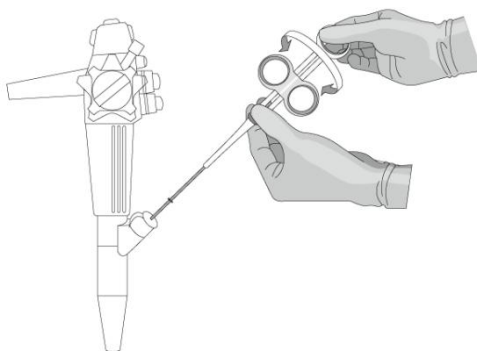

Figure 2
6. Tournez la poignée pour orienter les mâchoires dans la direction optimale (voir Fig. 2).